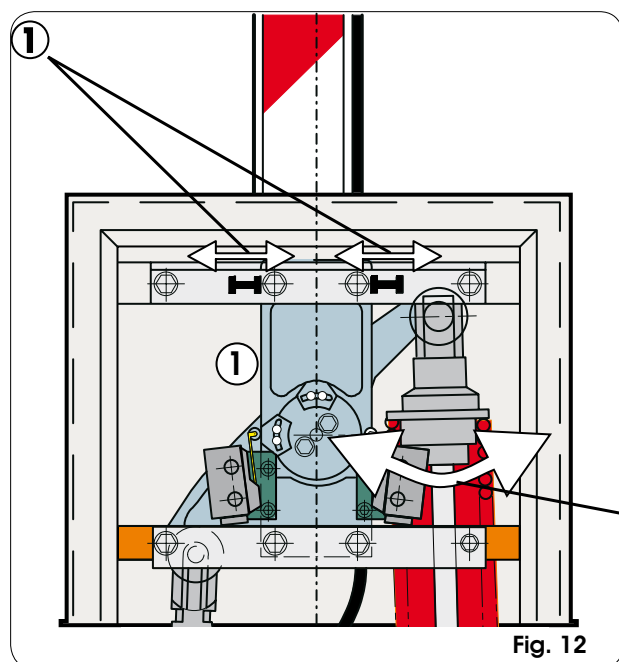

Fig. 12
- 5) Regule los bloques mecánicos de final de carrera de apertura y de cierre como se indica en la fig. 12, ref. ①, y compruebe el equilibrado de la barra, siguiendo para ello las indicaciones del párrafo 5.1.
- 2) Si la barrera tiende a cerrarse, gire la tuerca de precarga del muelle (Fig. 12 ref. ②) en sentido horario, y si tiende a abrirse gire dicha tuerca en sentido antihorario.